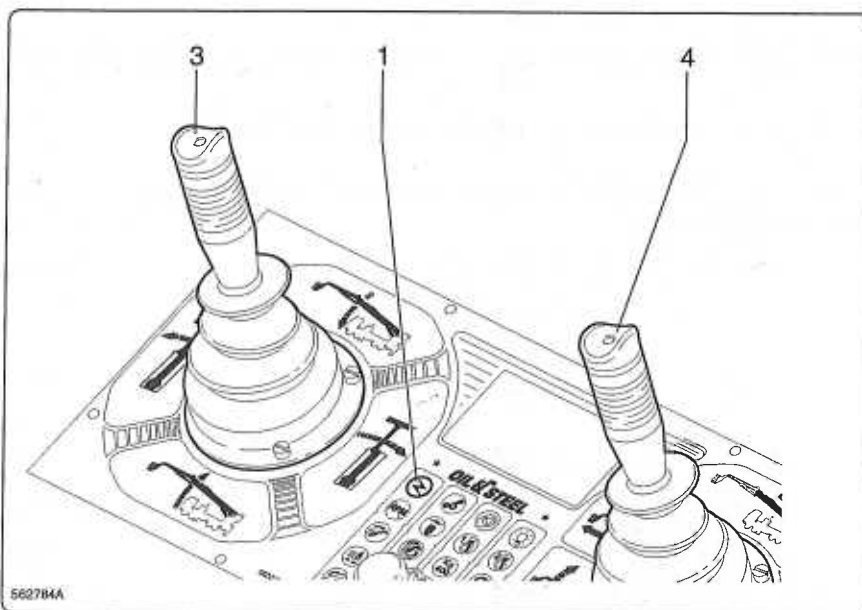

fig. 7.7.2
- Aprire il coperchio di protezione dei comandi (fig. 7.7.2) ed attivarli premendo il tasto "1" .
- Mediante i manipolatori "3" e "4" (fig. 7.7.2) portare in quota la piattaforma di lavoro al di sopra degli ingombri dell'autocarro e chiudere il jib.